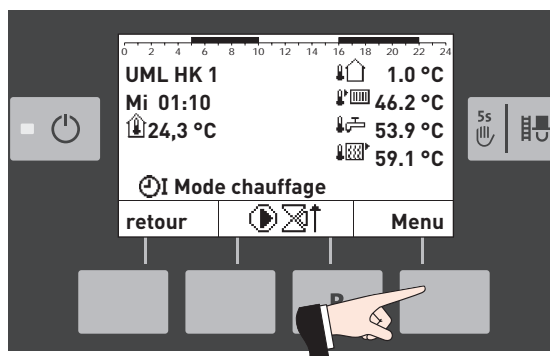

Fig. 21
- ▶ Appuyer sur le bouton de menu de l'écran d'accueil du module de fonction du circuit de chauffage – Fig. 21.